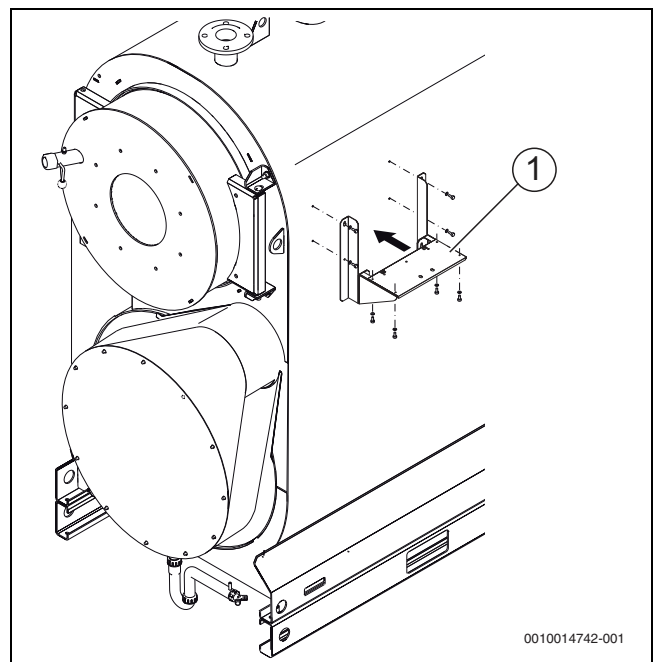

Рис. 21 Монтаж кронштейна системы управления
- ▶ Закрепите кронштейн системы управления прилагаемыми самонарезающими винтами (→ рис. 21, [1], стр. 26).